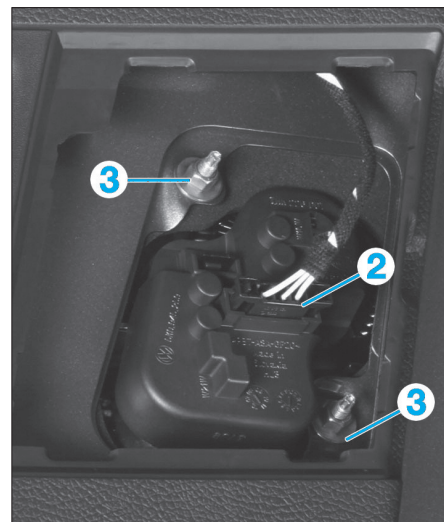

Fig. 75
- Débrancher le connecteur (2) (Fig.75).
- Dévisser les écrous (3) de fixation du feu arrière de hayon.